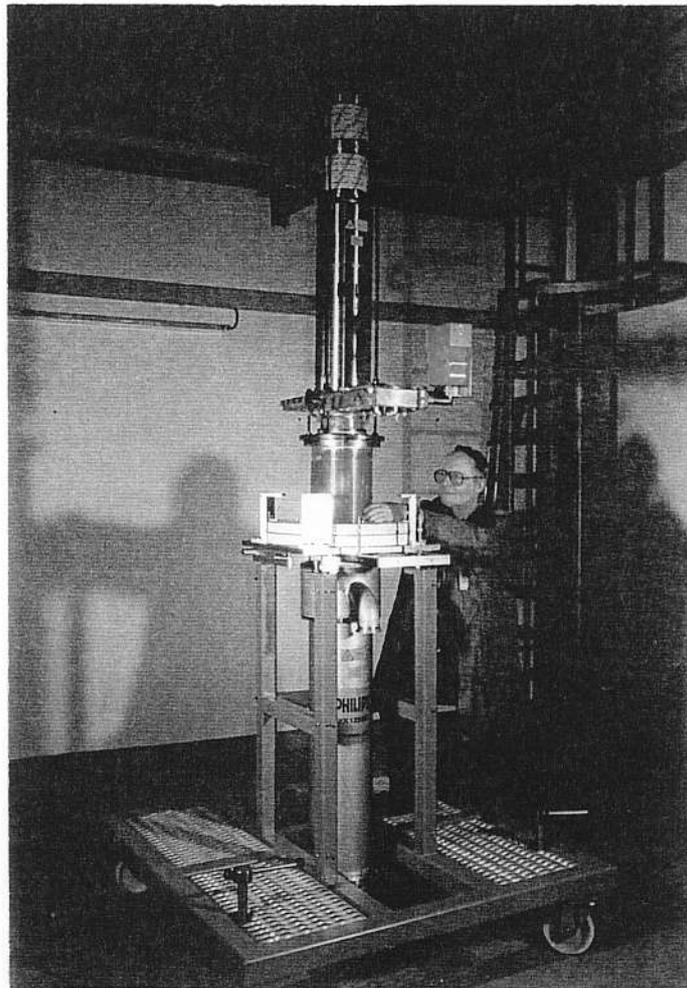

Abb. 22. Einsetzen des Klystrons ins Betriebsgestell
- c) Senken Sie mit dem Kran die Röhre durch das auf dem Betriebsgestell liegende Spulenpaar langsam in den Wassermantel (Abb. 22.).